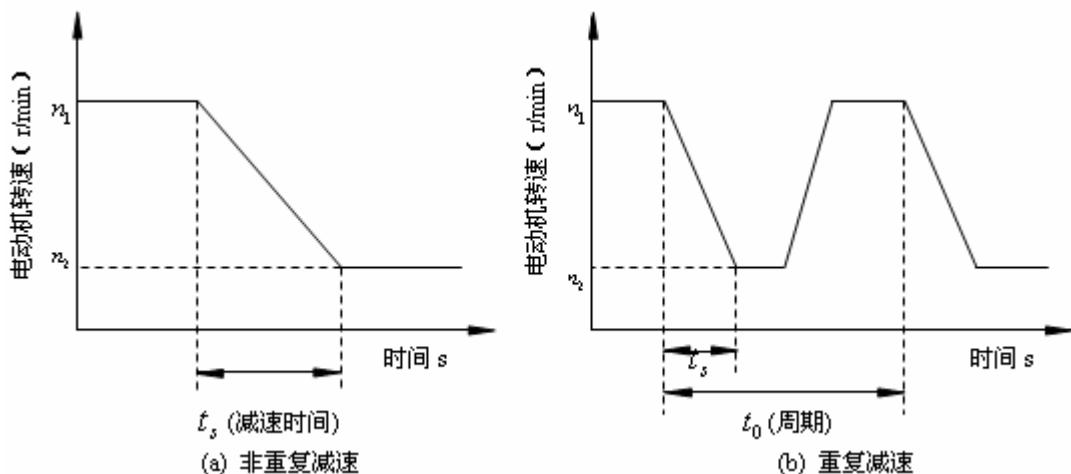
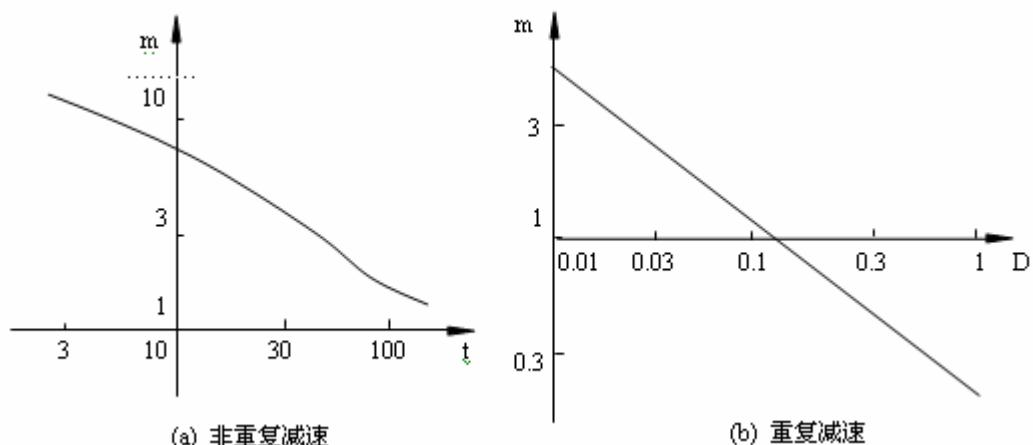

图 1-5 减速模式
图 1-6 电阻的功率增加率
(4) 计算制动电阻的额定功率  $P_o$  (kw)。制动电阻的选择将根据电动机是否处于反复加减速模式而异。图 1-5 给出了减速模式，而图 1-6 则给出了通常作为制动电阻使用的一种电阻的功率增加率特性示意图。
在选择制动电阻时应根据电动机的减速模式首先根据图 1-6 求出功率增加率  $m$ ，并利用前面求得的制动电阻的平均消耗功率  $P_{ro}$  决定制动电阻的额定功率  $P_o$ 。